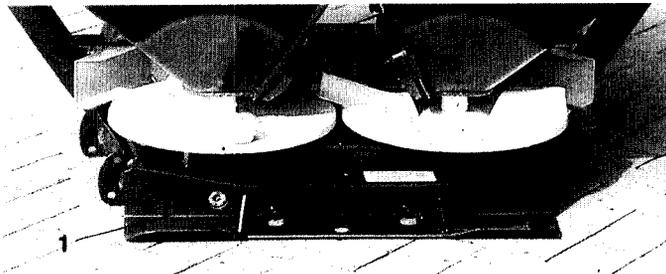

Fig. 9.3
5. En conditions normales d'utilisation, le boîtier ne demande aucun entretien. Le boîtier est garni en usine avec une dose d'huile de boîte suffisante. **Le niveau d'huile doit être visible au voyant de niveau d'huile (Fig. 9.3/1)**. En règle générale, il n'est pas nécessaire d'ajouter de l'huile. Des indices extérieurs, tels que taches d'huile fraîches sur le lieu de remisage, ou sur des parties de la machine et/ou l'apparition de bruits peuvent cependant indiquer que le carter du boîtier n'est plus étanche. Rechercher la cause, y remédier et compléter la dose d'huile.